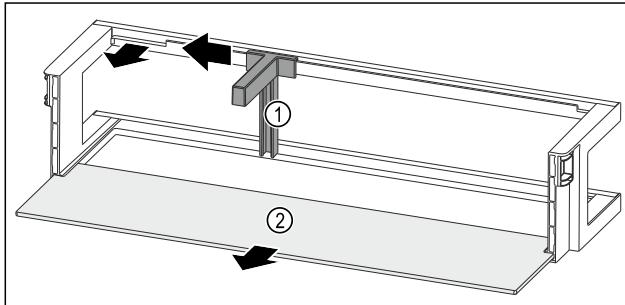

Fig. 98 Dørhylle med flaskeholder og oppstillingsplass
- Skyv flaskeholderen Fig. 98 (1) frem til fordypningen til side.
- Fjern flaskeholderen Fig. 98 (1).
- Fjern oppstillingsplassen Fig. 98 (2).